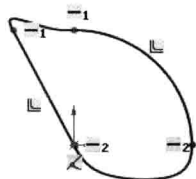

图 1.2.6 套合样条曲线 2
- ☑ ☐ **闭合的样条曲线(L)** 复选框：选中此选项时，生成一个闭合轮廓的样条曲线，如图 1.2.6 所示。